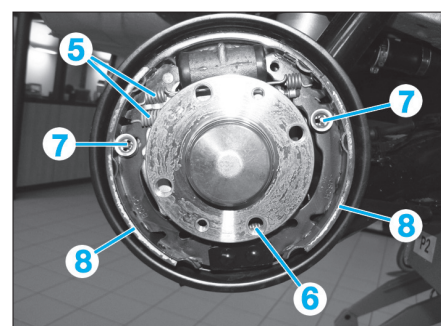

Fig. 12
- A l'aide d'une pince, déposer les ressorts de rappel supérieur (5) et inférieur (6) (Fig.12).